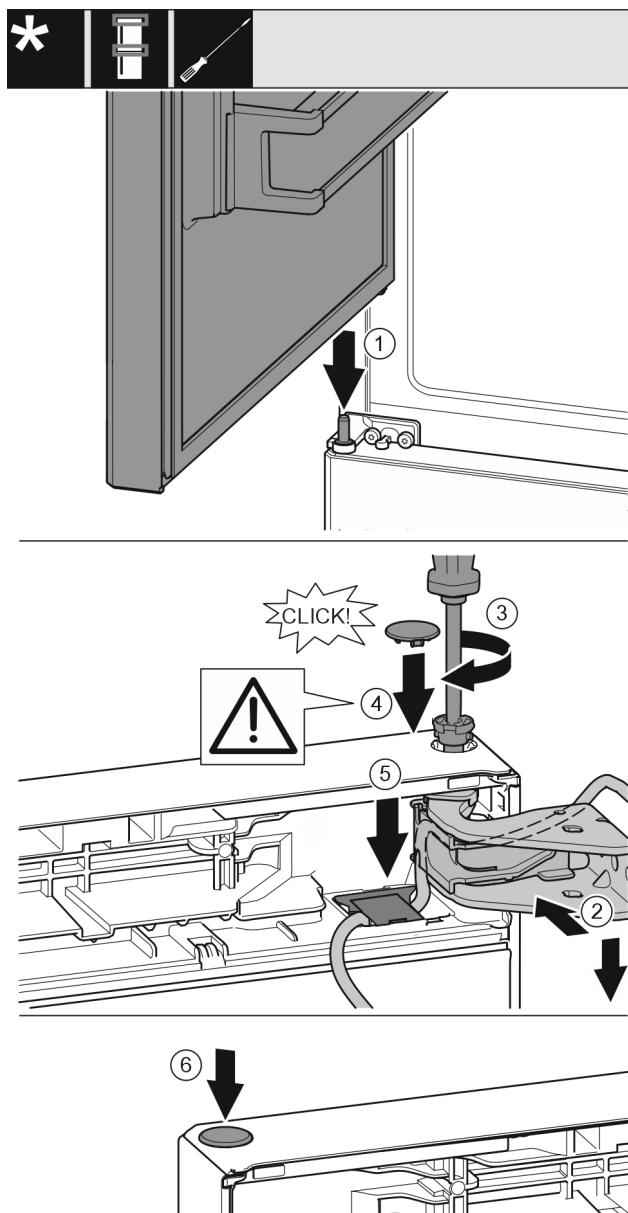

Fig. 30
- ▶ Vrchné dvere nasadťte na stredný ložiskový čap Fig. 30 (1)
- ▶ Dvere hore vyrovnejte s otvorom v ložiskovej konzole. Fig. 30 (2)
- ▶ Vložte čap a pevne ho priskrutkujte skrutkovačom T15. Fig. 30 (3)
- ▶ Namontujte poistný kryt pre poistku dverí: nasadťte poistný kryt a skontrolujte, či prilieha ku dverám. Inak čap vložte úplne. Fig. 30 (4)
- ▶ Znova nasadťte kryt a tlačte ho nadol, kým nezapadne. Fig. 30 (5)
- ▶ Nasadťte zátku. Fig. 30 (6)